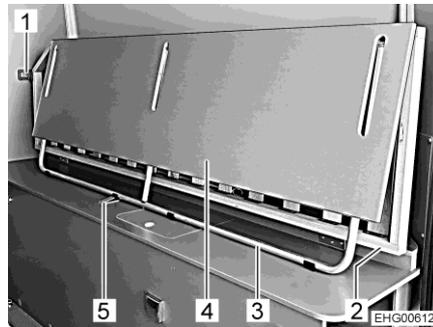

Fig. 61 Sommier, relevé (position de transport)
- Détacher le sommier (Fig. 61,2) avec la partie médiane (Fig. 61,4) de la fixation du cadre (Fig. 61,5 et Fig. 62,1) et du support mural (Fig. 61,1 et Fig. 63,1) et le rabattre.
- Rabattre le cadre (Fig. 61,3 et Fig. 64,1) vers le bas.
- Poser la partie médiane (Fig. 61,4 et Fig. 64,2) sur le côté opposé sur la partie plane.
- Rabattre vers le haut le sommier (Fig. 61,2) avec la partie médiane (Fig. 61,4 et Fig. 64,2) et le cadre (Fig. 61,3 et Fig. 64,1).
- Bloquer le sommier et le support mural (Fig. 61,1 et Fig. 63,1).
- Bloquer le cadre avec sa fixation (Fig. 61,5 et Fig. 62,1).